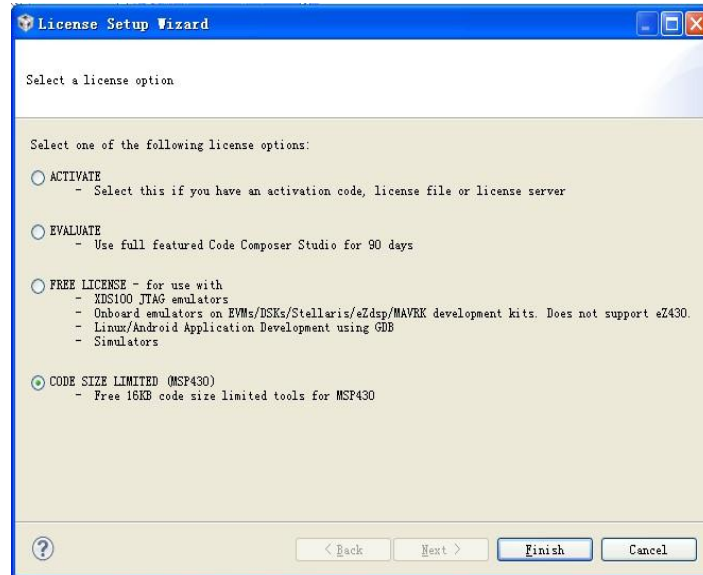

图 1.6 软件许可选择窗口
(4) 单击 **OK**，第一次运行 CCS 需进行软件许可的选择，如图 1.6 所示。